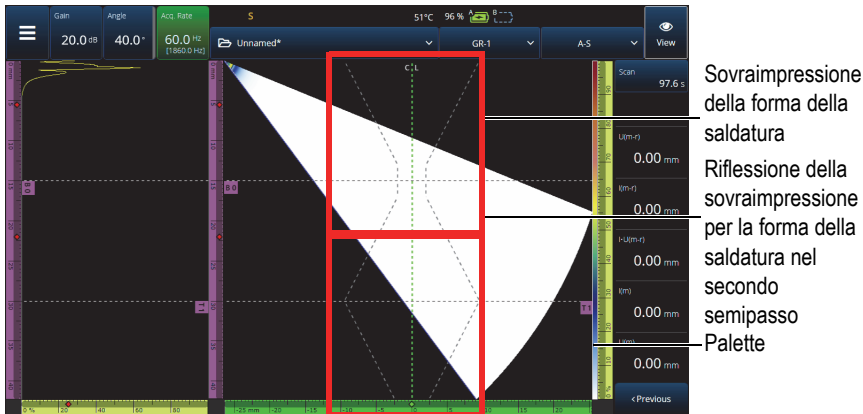
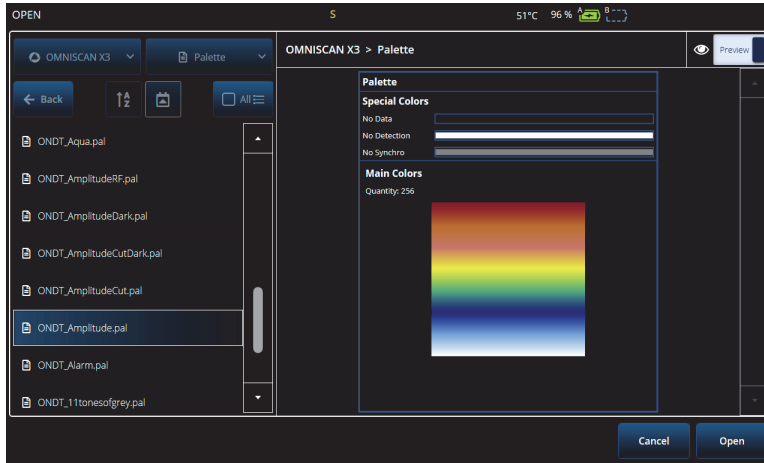

Figura 2-57 Esempio di sovraimpressione della forma della saldatura di tipo V offset
Figura 2-60 Selettore del palette
Se il pezzo ispezionato include una sovraimpressione (weld [saldatura] o custom [personalizzata]) è possibile mostrare o nascondere la sovraimpressione. La sovraimpressione è una rappresentazione grafica della forma della saldatura oppure è la selezionata rappresentazione grafica sovrapposta alla vista S-scan. Questa funzione può facilitare la visualizzazione della posizione delle indicazioni in rapporto al pezzo o alla forma della saldatura (Figura 2-57 a pagina 112). Il riflesso della sovraimpressione (per prendere in considerazione il secondo semipasso, il terzo semipasso, ecc.) può essere attivato o disattivato (ON/OFF) in **Menu > Display > Overlay > Multiple Legs** (semipassi multipli).
- ◆ Toccare in modo prolungato la palette (la scala illustrata sul lato destro della Figura 2-57 a pagina 112) e in seguito selezionare **Load** (carica). Verificare il palette di colori disponibili e toccare **Open** (apri) per cambiare il palette (Figura 2-60 a pagina 116).